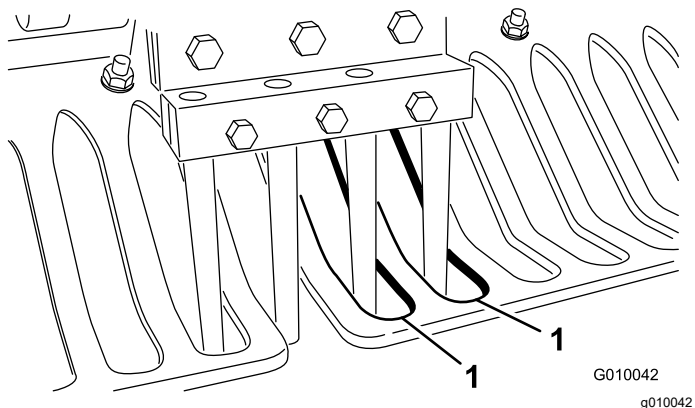

Figure 26
7. Vérifiez que les louchets sont bien centrés entre les espacements dans les protège-gazon (Figure 26). Réglez les protège-gazon au besoin et serrez les écrous.